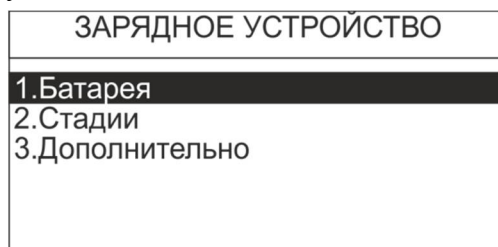

Рисунок 30 – Окно «ЗАРЯДНОЕ УСТРОЙСТВО»
2.5.13 Для настройки дополнительных параметров заряда необходимо вернуться в подменю «ЗАРЯДНОЕ УСТРОЙСТВО» (см. рисунок 30) и выбрать пункт «3. Дополнительно». Описание подменю «Дополнительно» приведено в 2.9.